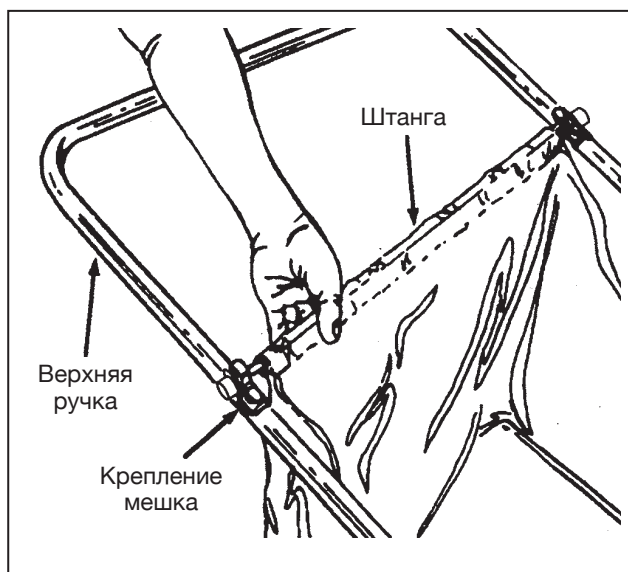

Рис. 7
9. Установите штангу верхней части мешка в крепления на ручке (рис. 7).